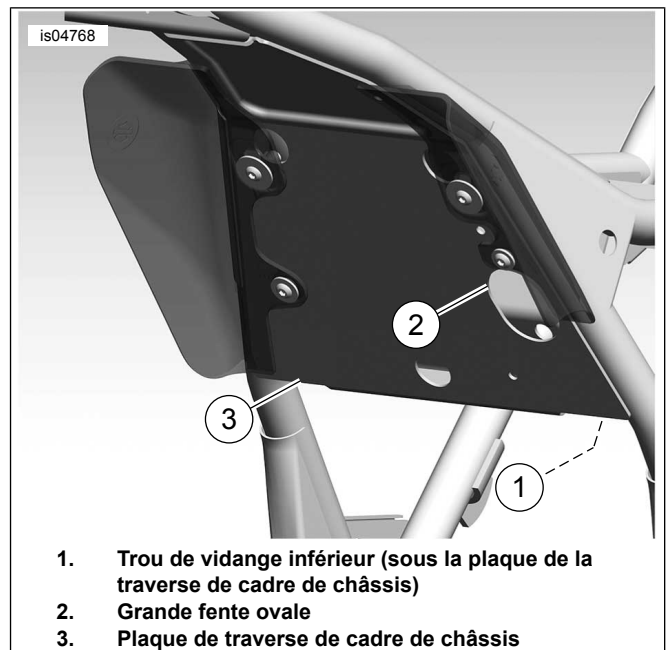

Figure 8. Acheminer le câble du dossier à travers le cadre (modèles 2008 présentés)
14. Consultez Figure 8 . Acheminer le câble du dossier à travers la grande ouverture dans le support de la poignée réglable, puis à travers la grande fente ovale (2) dans la plaque de la traverse de cadre de châssis (3) et vers le bas par le trou de vidange inférieur (1) situé dans le coin inférieur de la plaque de la traverse de cadre de châssis où la plaque rejoint le cadre arrière.